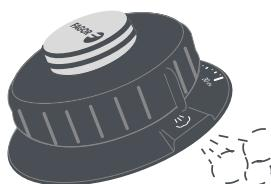

Fig. 15
(Modèle Dual Xpress) Pour utiliser l'option automatique, tournez le régulateur de pression (15) dans le sens des aiguilles d'une montre jusqu'à atteindre la position de libération de la vapeur \Rightarrow (Fig. 15).